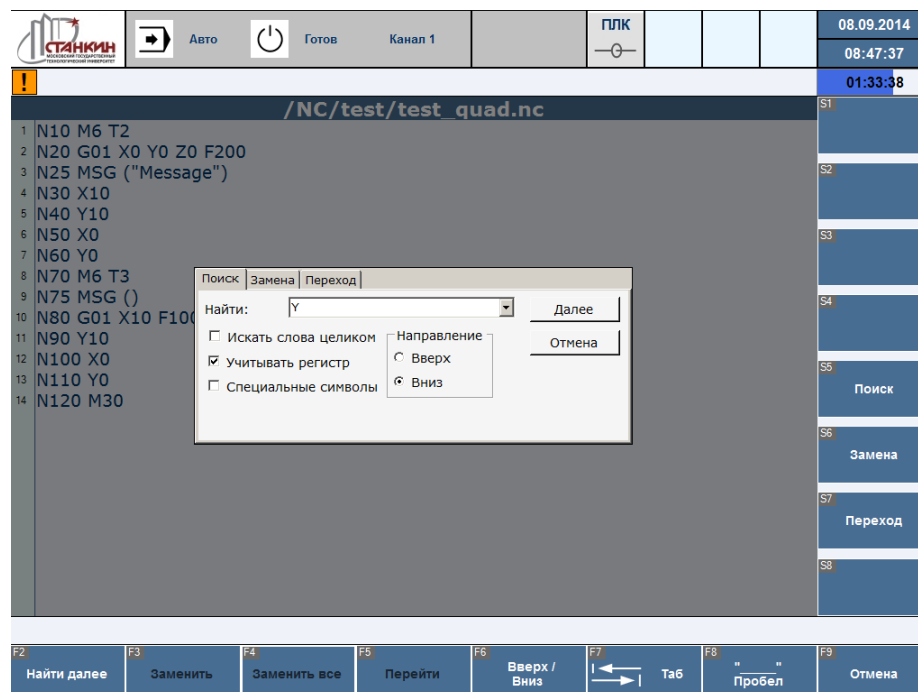

Рисунок 29 – Поиск и замена текстового фрагмента, поиск строки управляющей программы
- F4 – вызов диалога поиска с активной вкладкой «Поиск» (Рисунок 29).
- F3 – замена текущего фрагмента (Рисунок 29).
- F4 – замена всех найденных текстовых фрагментов (Рисунок 29).